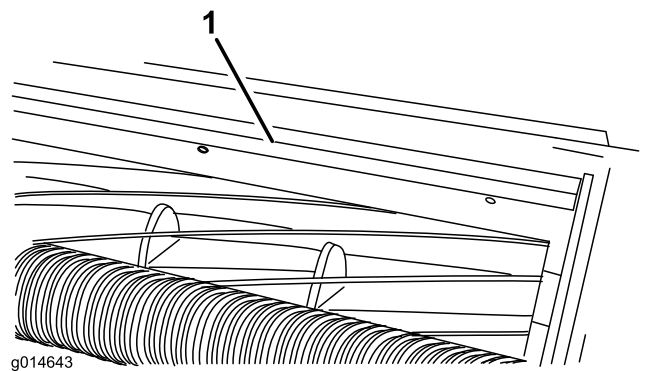

Figura 17
1. Afloje los pernos que fijan la barra superior (Figura 17) a la unidad de corte.